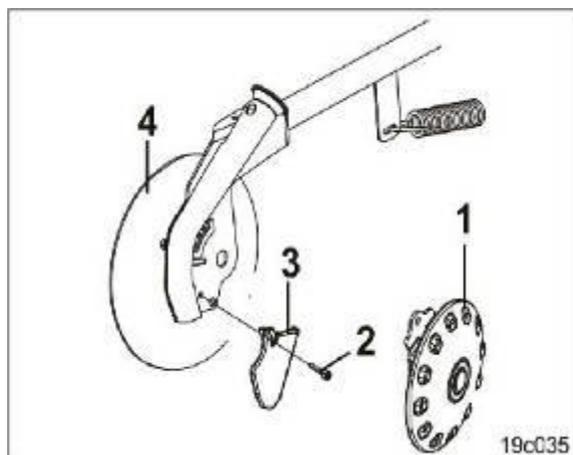

Рис.97
1.Снимите пластиковый диск (Рис. 97/1) (см. гл. "Регулировка пластиковых дисков").
2. Открутите винт с цилиндрической головкой (Рис. 97/2) (момент затяжки винта 30-35 Нм).
3. Замените изношенный наконечник (Рис. 97/3) и установите новый в обратной последовательности.